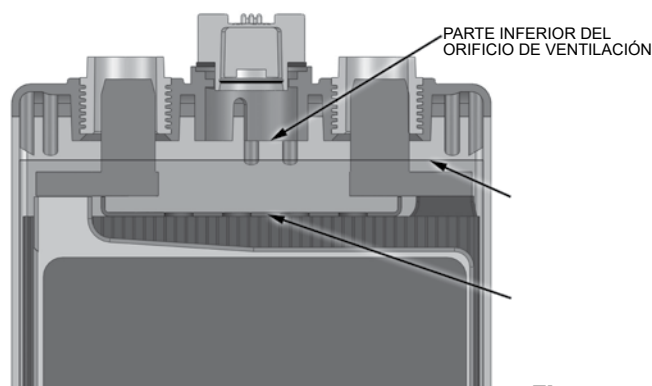

Figura 4
- Una pistola de suministro de agua aprobada por EnerSys es una herramienta cómoda y precisa para ayudar en el suministro de agua, ya que se llena hasta una altura preseleccionada y se apaga automáticamente; sin embargo, se debe tener cuidado de ajustar la pistola de suministro de agua para que rellene las celdas a los niveles que se indican en la **Figura 4** de la página siguiente.
- El agua solo debe agregarse a la batería cuando esté cerca del final de la carga y la emisión de gases. Dado que el electrolito está en su nivel máximo durante este tiempo, es una certeza que el nivel establecido por la adición de agua no se superará en ningún otro momento, y nunca se producirá un desbordamiento del electrolito (inundación). Al agregar agua cerca o al final de la carga, se debe suministrar suficiente agua para que el nivel del electrolito se encuentre entre sus límites superiores. Consulte la **Figura 4** para obtener más detalles.
Figura 4: Boceto que muestra los límites superior e inferior admisibles del nivel de electrolito. El indicador de nivel alto indica el nivel correcto inmediatamente después de la carga. El indicador de nivel bajo indica que es necesario agregar agua inmediatamente después de la carga. La línea de alto nivel está a 1/4" o 6 mm por debajo de la parte inferior del orificio de ventilación.